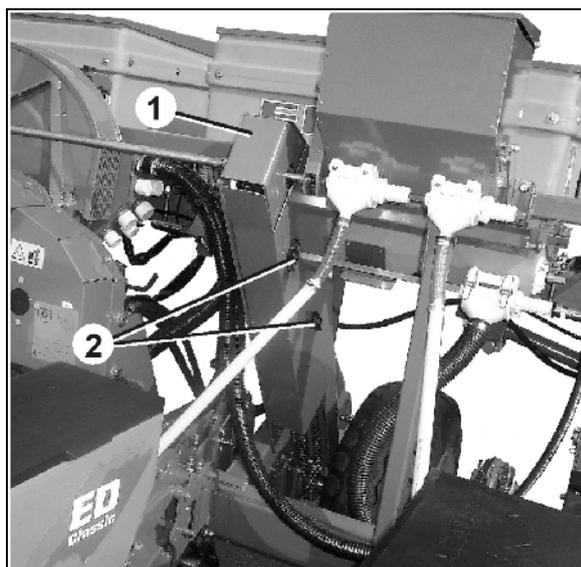

Fig. 50
1. Soltar las tuercas de mariposa (Fig. 50/2).
2. Retirar el cubrecadena (Fig. 50/1).